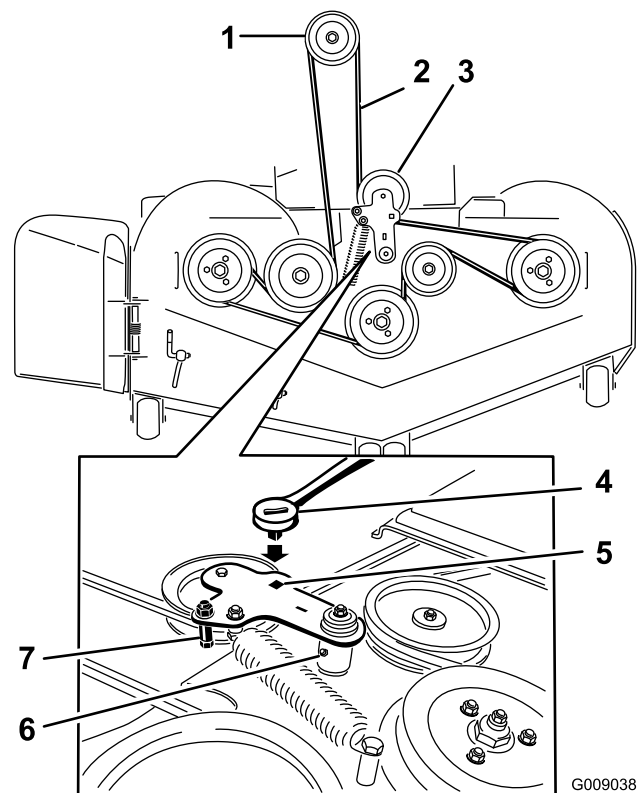

Figura 104
5. Levante la chapa de suelo e introduzca una llave dinamométrica en el taladro cuadrado del brazo tensor de la carcasa (Figura 104).
6. Gire cuidadosamente el brazo tensor de la carcasa en el sentido de las agujas del reloj y retire la correa del cortacésped (Figura 104).